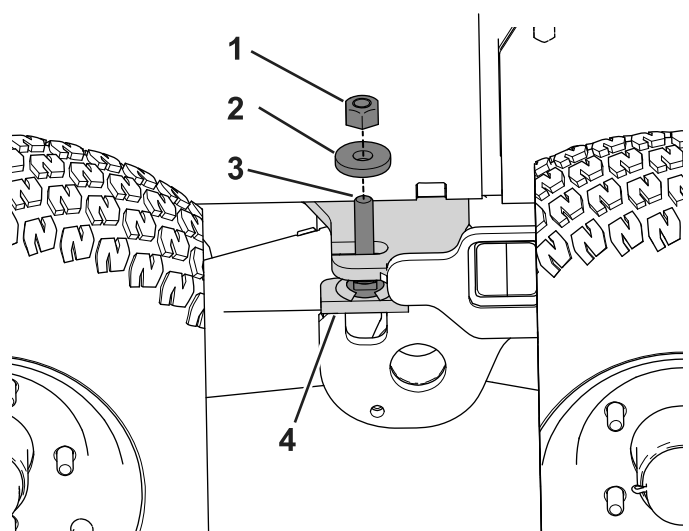

Figura 104
2. Retire a porca de bloqueio e a anilha da cavilha roscada no conjunto de paragem do bogie (Figura 104).
9. Instale e aperte a anilha plana (½ pol.) e a porca de bloqueio no conjunto da articulação do bogie (Figura 104).